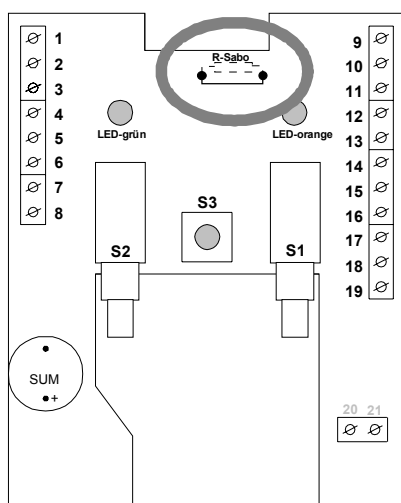

Abb. 3: Bauteile-Anordnung
2. Ziehen Sie den 3-poligen Stecker des Bohrschutzes ab (Abb. 3: Klemme 17, 18, 19).
Der Schlüsselschalter ist als Standard mit einem Abschlusswiderstand **R-Sabo** von 0Ω (Drahtbrücke, Abb. 3) bestückt. Durch Trennen der Drahtbrücke wird ein Widerstand von $12 \text{ K}\Omega$ (Rückseite der Platine) eingestellt.